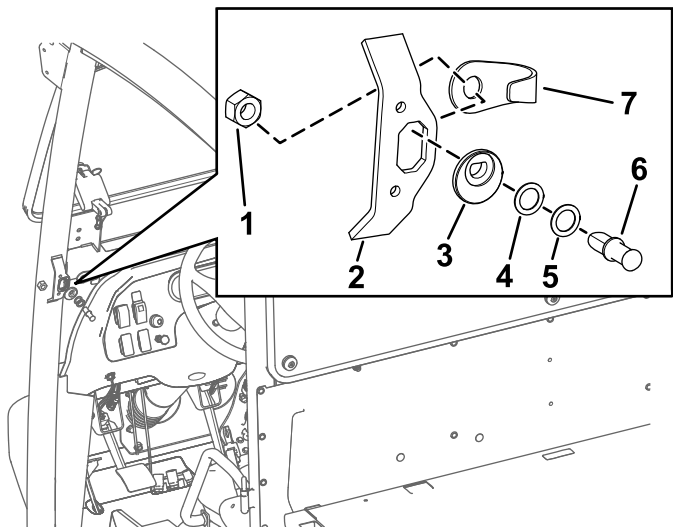

Figura 3
2. Alinhe o excêntrico do pino do trinco com a abertura na placa do percutor na posição mostrada na Figura 3.
3. Insira o pino do trinco (sem as anilhas primeiro) no excêntrico do pino do trinco (Figura 3).
5. Alinhe o pino do trinco e a porca de bloqueio no lado traseiro da abertura na placa do percutor (Figura 3).
6. Aperte a porca de bloqueio no pino do trinco à mão (Figura 3).